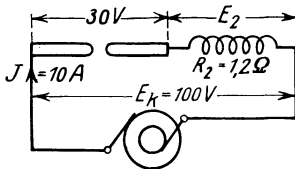

Abb. 108.
247. Eine Wechselstrombogenlampe braucht 10 [12] (15) A Strom, wobei an ihren Klemmen eine Spannung von 30 [31] (32) V herrschen soll. Um die Lampe an eine Stromquelle von 100 [120] (72) V und 50 Perioden anschließen zu können, muß ihr ein induktiver Widerstand (Drosselspule) vorgeschaltet werden. Derselbe besitzt 1,2 [0,8] (0,2) Ω Echtwiderstand. (Schaltungs-schemata Abb. 108.) Gesucht wird:
Abb. 108 a.
Zu a): Die Lampe kann erfahrungsgemäß als induktionsfreier Widerstand angesehen werden, dann fällt im Vektordiagramm ihre Spannung mit der Stromrichtung zusammen, während die Spulenspannung um einen Winkel φ voreilt. Es sei in Abb. 108 a.
¹⁾ In Abb. 108 a versehentlich mit e_2 bezeichnet.